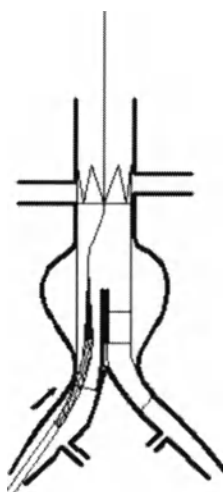

Рис. 13. Введение второго стент-графта cuff.
- Установите второй стент-графт cuff по проводнику в длинной ветви стент-графта ААА. Необходимо выровнять рентгеноконтрастный маркер стент-графта cuff по рентгеноконтрастному маркеру на длинной ветви стент-графта ААА так, чтобы между ними одна на другую накладывались хотя бы две волны. (рис. 13).